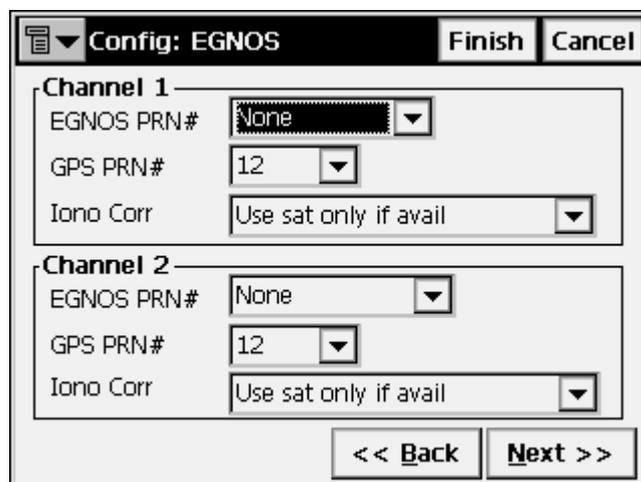

Рисунок 3-33. Настройка: EGNOS
- Если используются данные системы EGNOS (European Geostationary Navigation Overlay Service), задайте соответствующие параметры (рис. 3-33), они аналогичны тем, что задаются для службы WAAS.